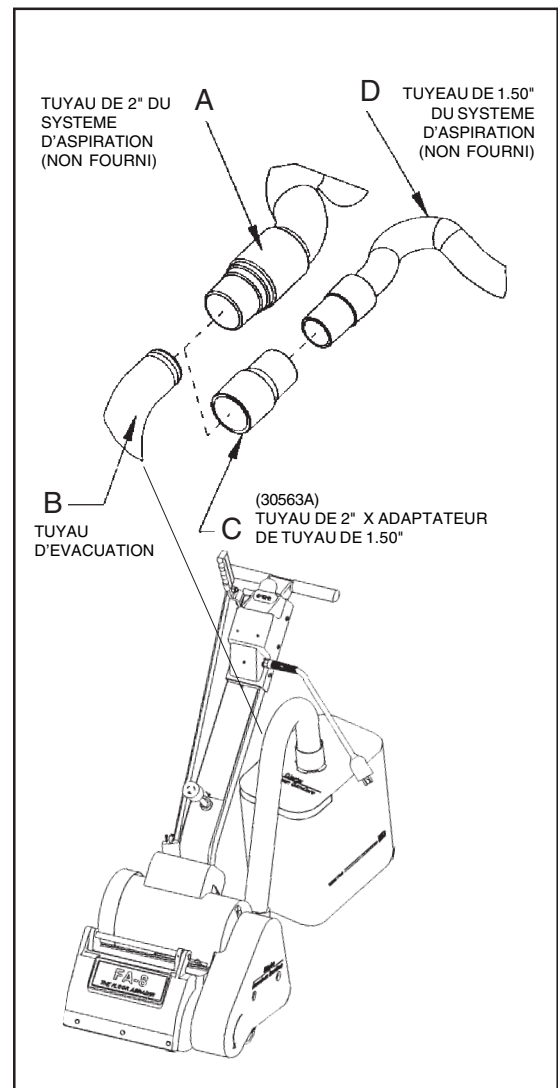

Figure 2
1. Monter l'adaptateur d'extrémité de tuyau (5 x 3,8 cm- Pièce n° 30563A) (figure 39, C) sur le tuyau d'évacuation (figure 2, B).
2. Introduire l'extrémité de tuyau de 3,80 cm (figure 33, D) dans l'adaptateur (figure 2, C).